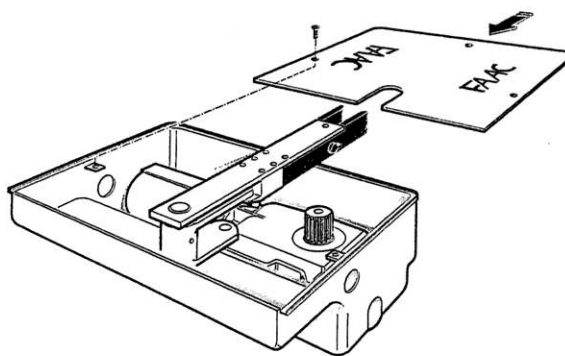

Fig. 14
- 6) Zamocować pokrywę kasety nośnej śrubami z wyposażenia (rys.14)